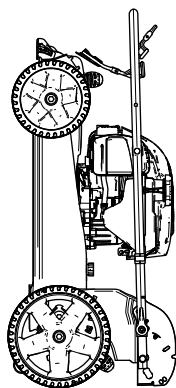

Figure 21
6. Soulevez l'avant de la machine par le guidon et amenez-la jusqu'au lieu de rangement (Figure 21).